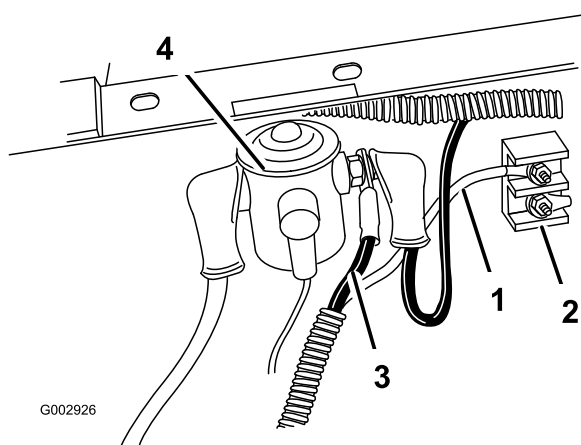

Figura 7
- Conecte el cable de alimentación al solenoide, situado debajo del asiento del conductor (Figura 7).
- Conecte el extremo del cable negro de tierra a uno de los espárragos de tierra del bloque de terminales de tierra (Figura 7).